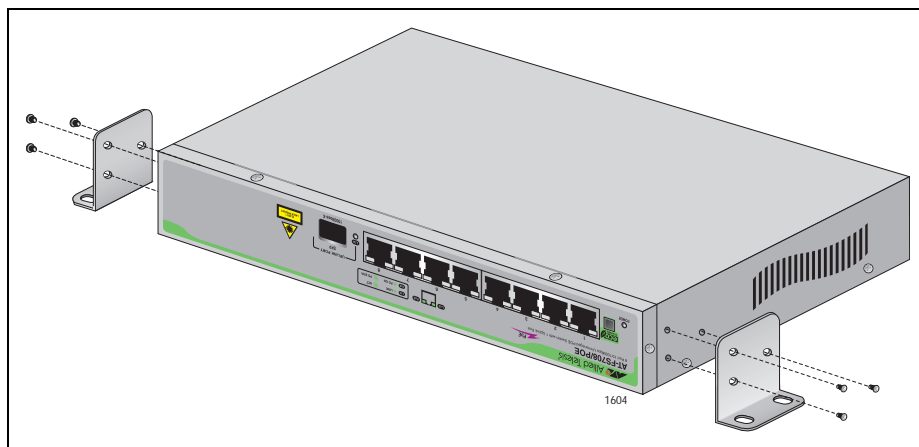

Рисунок 5. Крепление кронштейнов для крепления на стену
3. Переверните коммутатор и прикрепите монтажные кронштейны к каждой из сторон коммутатора при помощи винтов из комплекта поставки, как это показано на рис. 5.